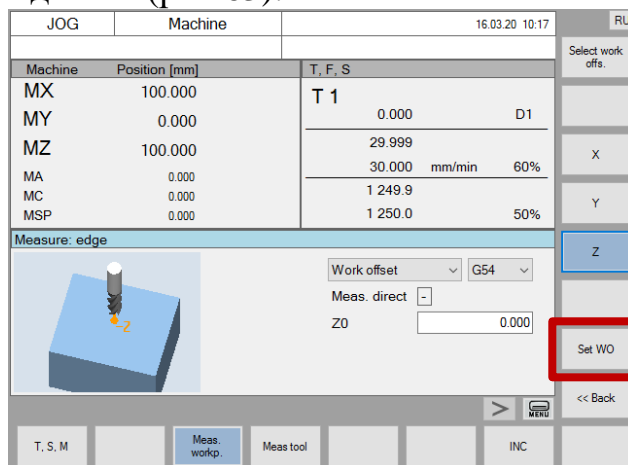

Рис.63. Кнопка «Set WO»
8. Нажать «Set WO» в вертикальном ряду кнопок экрана для расчета и установки нуля детали (рис.63).